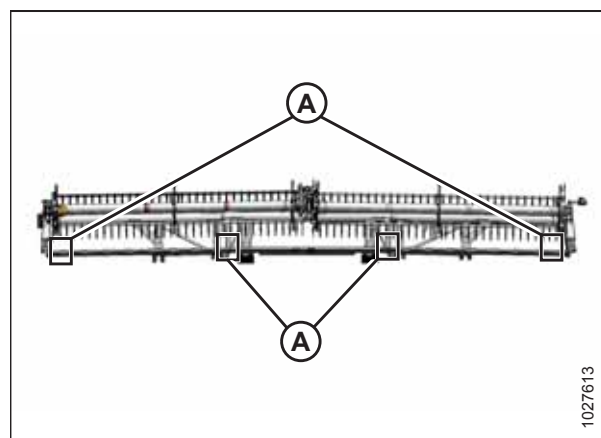

Figure 5.234: Emplacements de mesure
- Figure 5.234, page 535 – Plateforme FlexDraper®